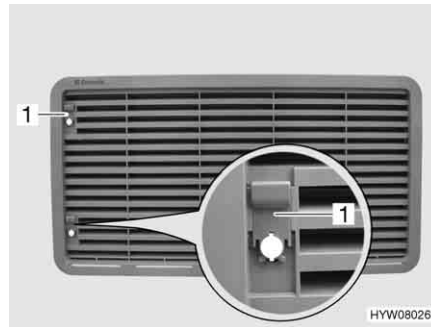

Fig. 195 Griglia di aerazione del frigorifero (con cursore)
- Spingere il cursore (Fig. 195,1) verso l'alto.